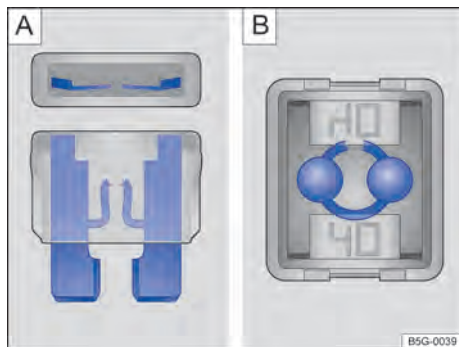

Fig. 138 Fusibles quemados: **A**) fusible plano, **B**) fusible de bloqueo.
- Un *fusible plano* (ATO[®], MINI[®]) quemado es reconocido desde arriba o desde el costado por la carcasa transparente en las bandas metálicas derretidas → fig. 138 **A**).
- Un *fusible de bloqueo* (JCASE[®]) quemado es reconocido por las bandas metálicas derretidas desde arriba de la carcasa transparente → fig. 138 **B**).